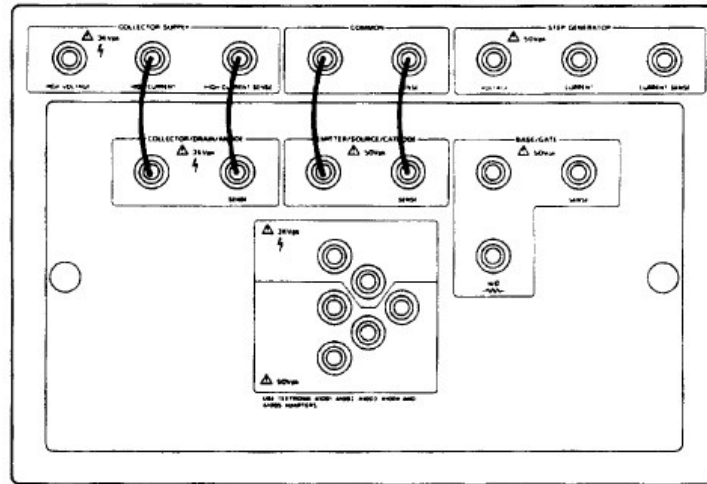

图 3-4 测量二极管正向电阻的适配器面板和辅助面板
- c. 如图 3-4 所示在辅助面板和适配器面板间连接辅助软线。